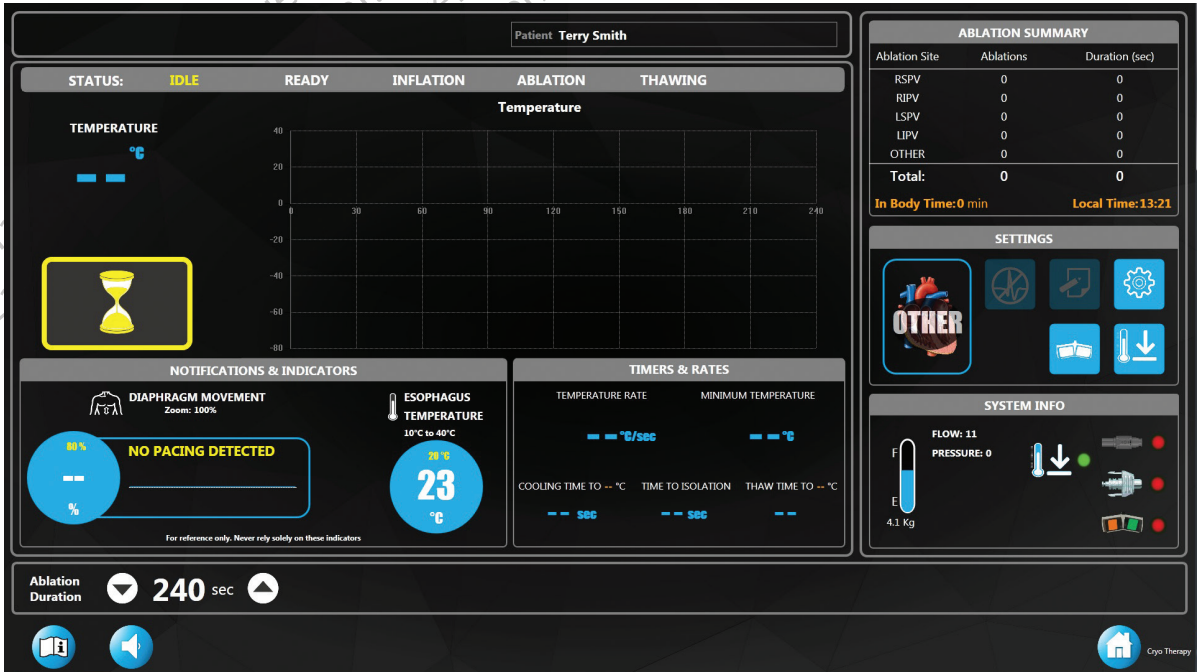

Figura 4. Ecranul de Terapie - inactiv
8. Va fi afișat ecranul Therapy (Terapie) (Figura 4).
Indică starea actuală a sistemului (IDLE (inactiv), READY (pregătit), INFLATION (umflare), ABLATION (ablație), THAWING (dezghețare)). Starea activă va fi evidențiată (starea sistemului trebuie să indice IDLE (inactiv) conform ilustrației din Figura 4).